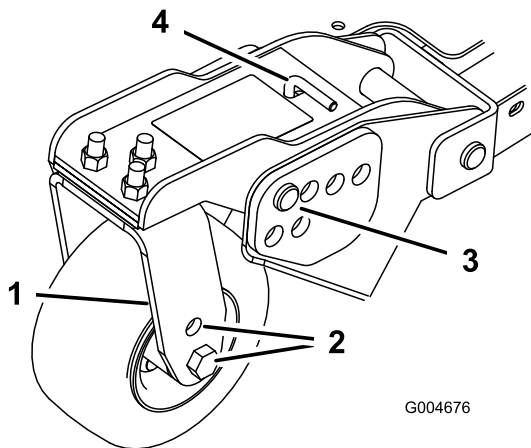
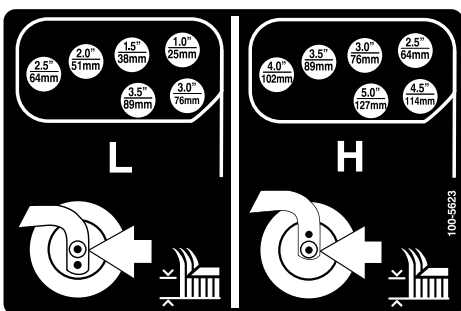

Figure 24
Figure 25
- Placez les essieux des roues pivotantes dans les mêmes trous sur toutes les fourches (Figure 22 et Figure 24).
- Enlevez la goupille fendue et les axes de chape des bras pivotants (Figure 24).
soient en face de ceux du support de hauteur de coupe sélectionnés dans le cadre du plateau de coupe (Figure 24 et Figure 25).